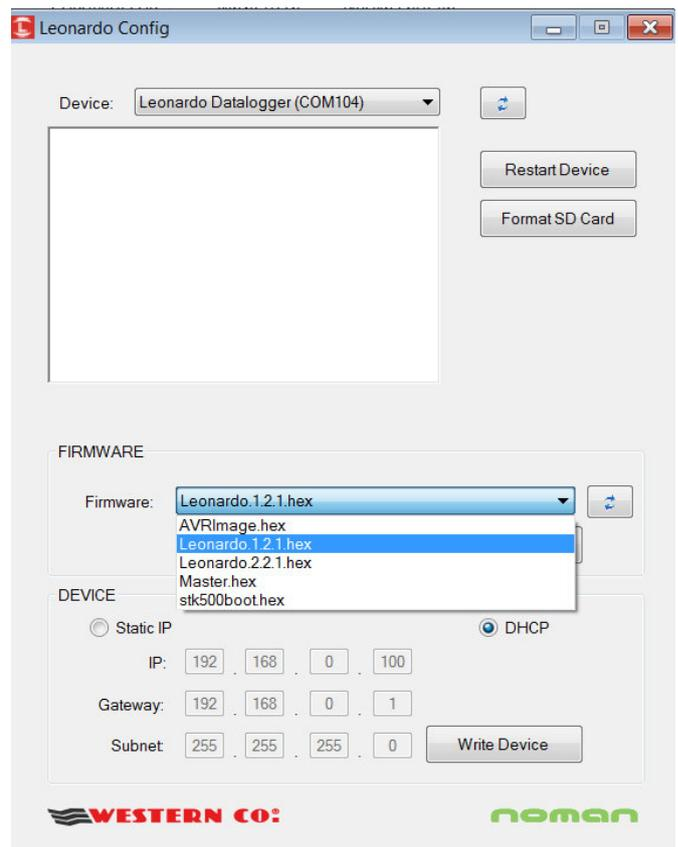

Fig.14 Software Leonardo Config
È disponibile un software di configurazione ed aggiornamento denominato **LEONARDO CONFIG** (Fig.14). Tale software permette di:
- eseguire il file "*LeonardoConfig.exe*" (Fig.14).